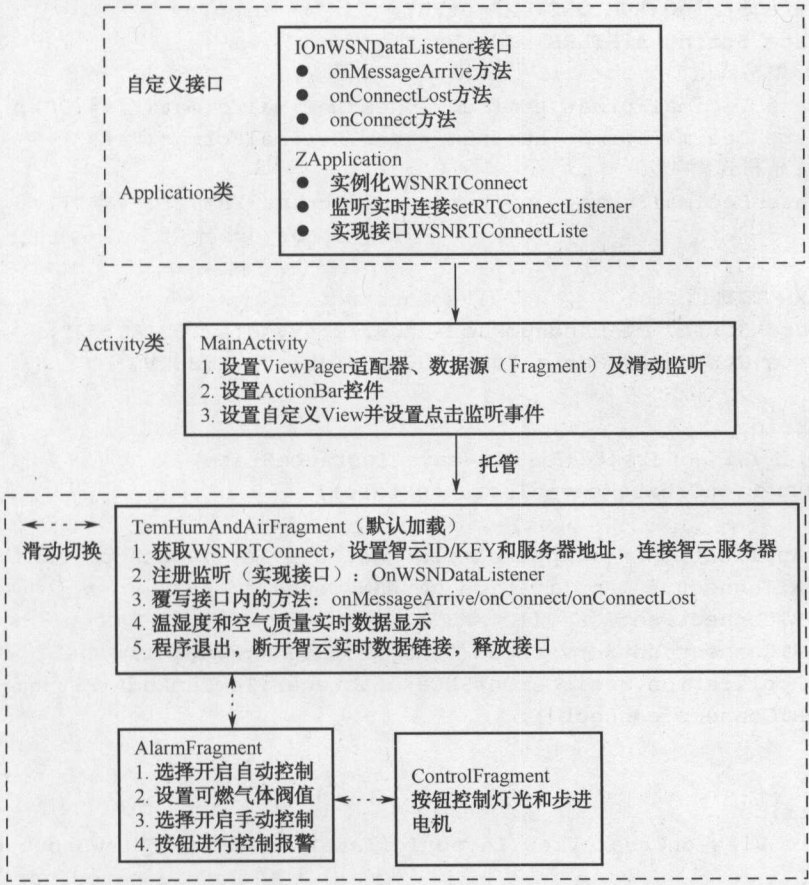

图 4.47 Android 应用程序流程
(2) 程序业务流程分析。根据 2.1 节智云 Android 应用编程接口定义，实验室智能管理系统的应用设计程序流程如图 4.47 所示。